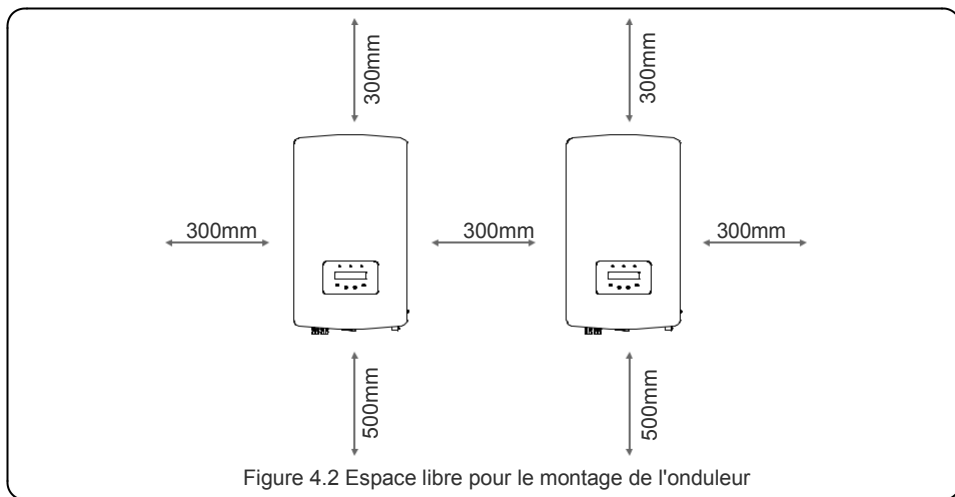

Figure 4.2 Espace libre pour le montage de l'onduleur
1. Selon la figure 4.2, sélectionnez la hauteur de montage du support et marquez les trous de montage. Pour les murs en briques, la position des trous doit être adaptée aux vis à expansion.